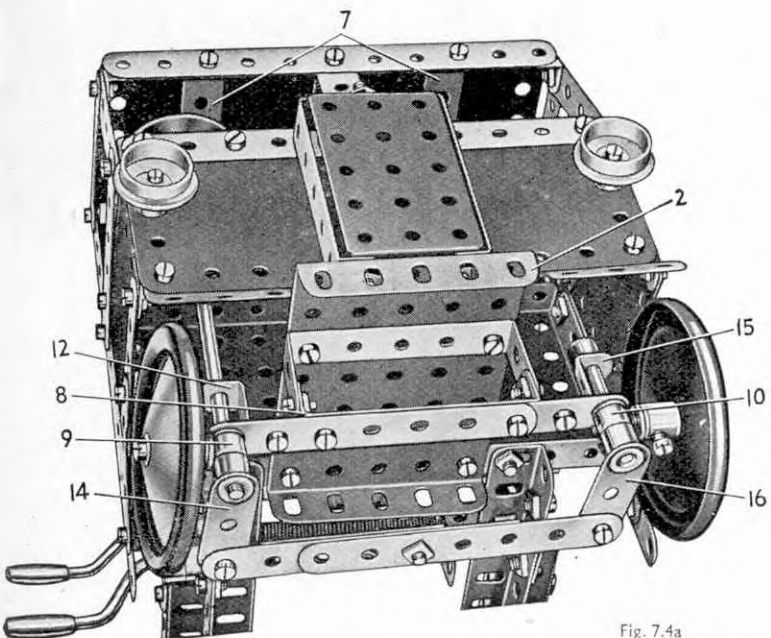
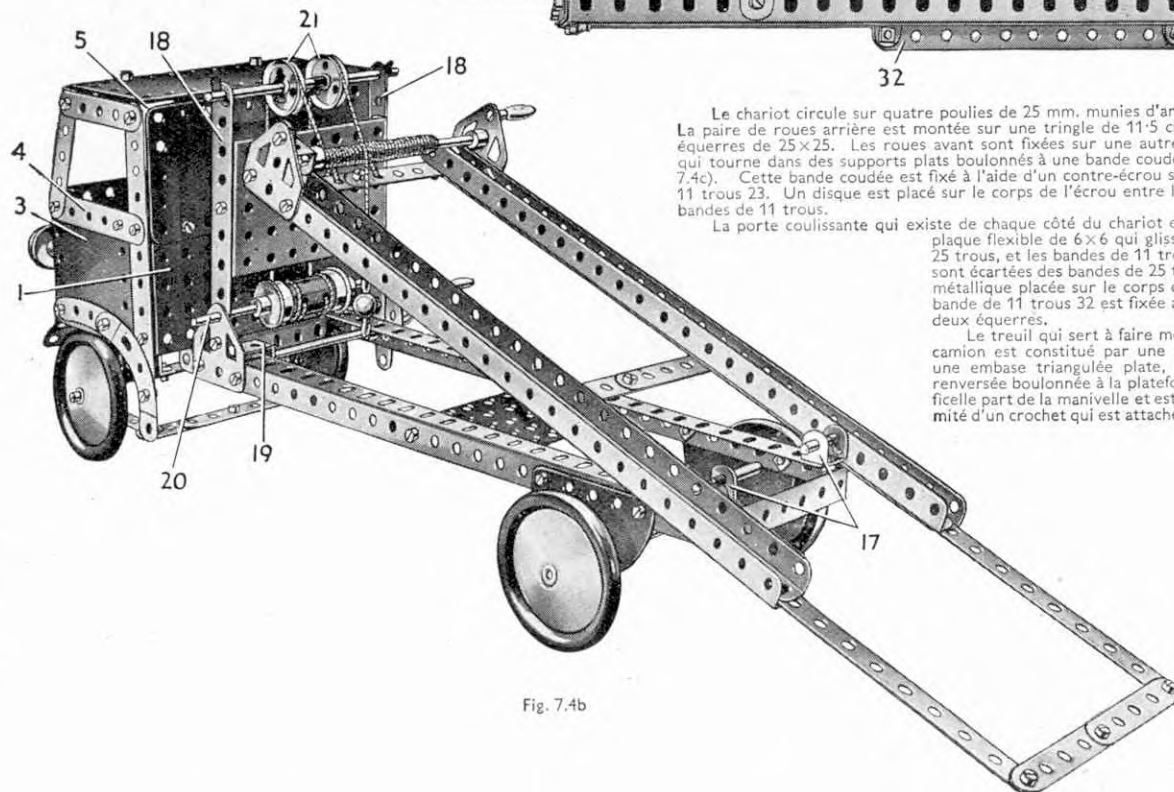

Fig. 7.4a
Fig. 7.4b
Il est préférable de commencer à construire le chassis du camion qui consiste en deux cornières de 25 trous réunies à l'arrière par une bande coudée de 90×12 et boulonnées à l'avant à une plaque à rebords de 14×6,1 (Fig. 7.4b). Le chassis est prolongé par une plaque à rebords de 9×6 (2), (Fig. 7.4a) boulonnée à la plaque 1.
L'essieu avant est formé par deux bandes de 7 trous qui se recouvrent sur 5 trous et qui sont fixées à une bande coudée de 60×12 (8) (Fig. 7.4a). Cette bande est fixée à une bande coudée de 60×25 boulonnée à la plaque à rebords 2. Les roues avant pivotent sur des boulons
La plateforme pivote sur des tringles de 4 cm. qui tournent dans les supports doubles 17 (Fig. 7.4b). Le mécanisme de bascule consiste en bandes de 11 trous 18 boulonnées à des embases triangulées plates fixées au châssis. Les bandes 18 sont réunies par une plaque à rebords de 9 x 6. Le mouvement de bascule est contrôlé par une manivelle qui tourne dans le châssis, et dans une équerre de 25 x 25 (19). Un pignon de 19 dents monté sur la manivelle engrène avec une roue de 57 dents montée sur une tringle de 11.5 cm. 20. Cette tringle est passée dans les bandes 18, et est munie d'un tambour d'enroulement formé d'un manchon et de deux roues à boudin de 19 mm. Deux ficelles partent du tambour, passent autour des poulies folles de 25 mm. 21, et sont attachées à l'extrémité de la plateforme.